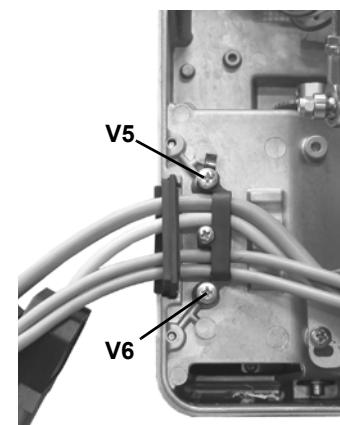

Fig. 29
- 2 rimuovere la piastrina fermacavi in gomma, svitando le viti **V5** e **V6** indicate in figura (Fig. 29);